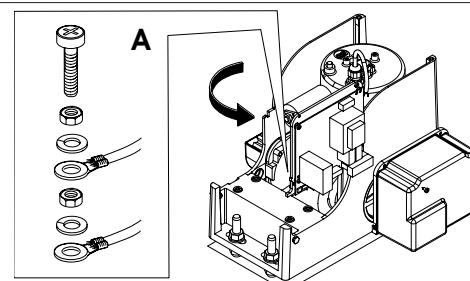

Fig. 17
Collegare il cavo di messa a terra come in Fig. 17 rif.A
- 1) Alzare il supporto apparecchiatura e ruotarlo di 90°(Fig.17).
- 2) Togliere il coperchio protettivo dell'apparecchiatura svitando le due viti previste (Fig.17).